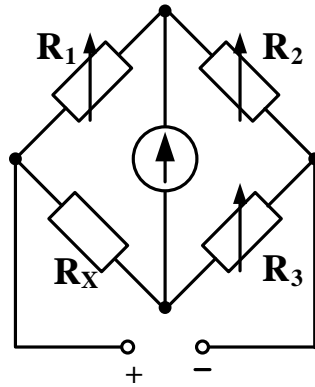

Рисунок 5.2
**5.7** Мостом постійного струму виконують вимірювання опору резистора (рисунок 5.2). Отримано такі значення опорів плеч моста при його